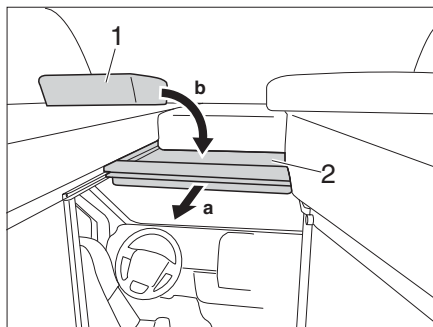

Bild 54 Skiljeplattan till förarhytten
- Dra sängbotten (Bild 54,2) framåt i handtaget.
- Lägg dynorna (Bild 54,1) på sängbotten.
- Lägg dynorna (Bild 54,1) åt sidan
- Skjut sängbotten (Bild 54,2) bakåt.